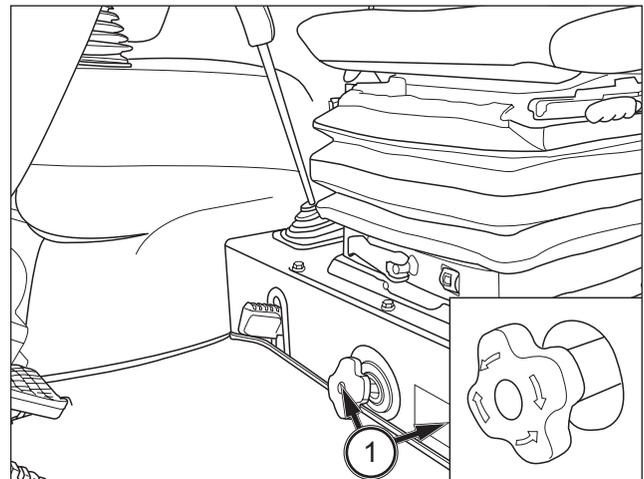

FIG. 76
**FIG. 76 : Molette de commande de vitesse d'abaissement (1)** - Règle la vitesse d'abaissement de l'attelage trois-points et de l'équipement. Tournez la molette dans le sens horaire pour réduire la vitesse d'abaissement (le temps d'abaissement augmente) et dans le sens anti-horaire pour l'augmenter (le temps d'abaissement diminue). En tournant la molette à fond dans le sens horaire, l'équipement est bloqué dans sa position actuelle.